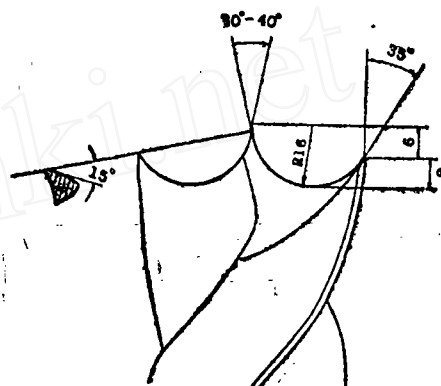

图1 下料刀 $\phi 64$ ，尖高5~6，圆弧深度9~10，横刃斜角55°，切削刃后角15°
2. 用下料刀（见图1）下料。钻床转速2~4转/分，以水冷却。